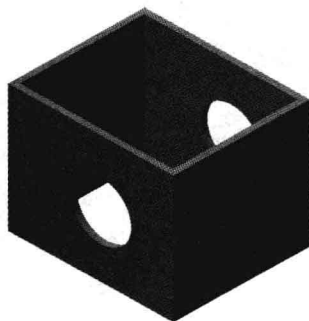

图 4-71 图形文件
Step 01 按【Ctrl+O】组合键,打开图形文件,如图 4-71 所示。